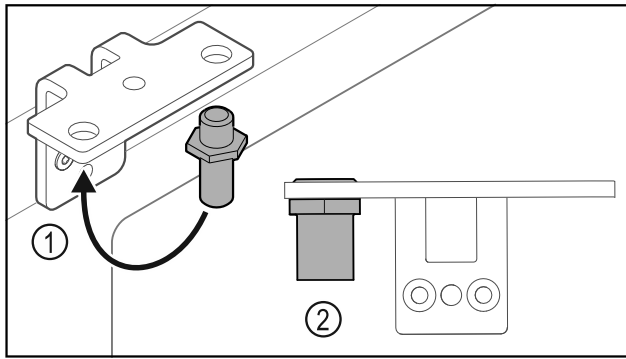

Fig. 37
- ▶ Spostare il perno Fig. 37 (1) nella cerniera angolare.
- ▶ Serrare il perno Fig. 37 (2) con una **coppia di 12 Nm**.